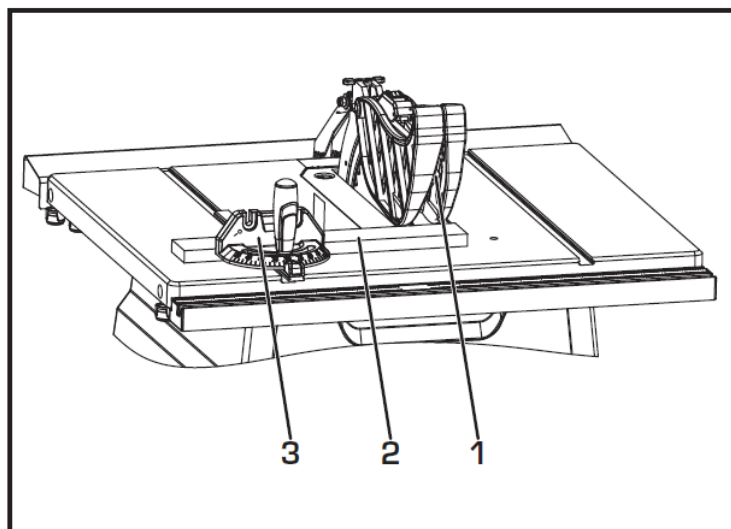
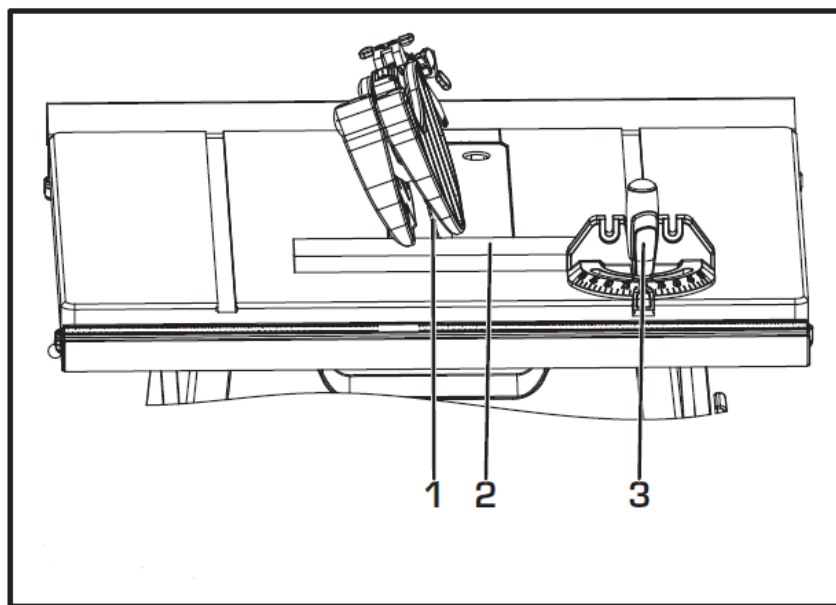

Рис. 30 Поперечное пиление
Рис. 31 Поперечное пиление под углом
Поперечное пиление, см. Рис. 30.
7.19.1. Угол скоса  $0^{\circ}\sim 45^{\circ}$  и угол наклона пильного диска  $90^{\circ}$ . См. Рис. 31.
Прорезание пазов (Рис. 30-Рис. 31)